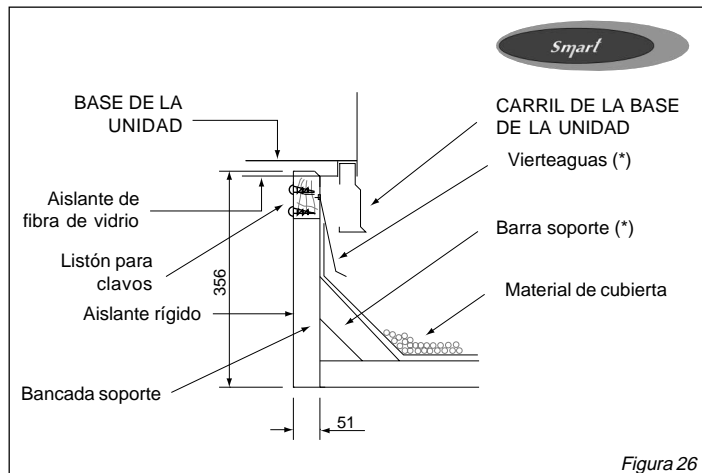

Figura 26
2. Proteja con vierteaguas doble y selle el área alrededor de la bancada, tal y como se indica en la figura 26.